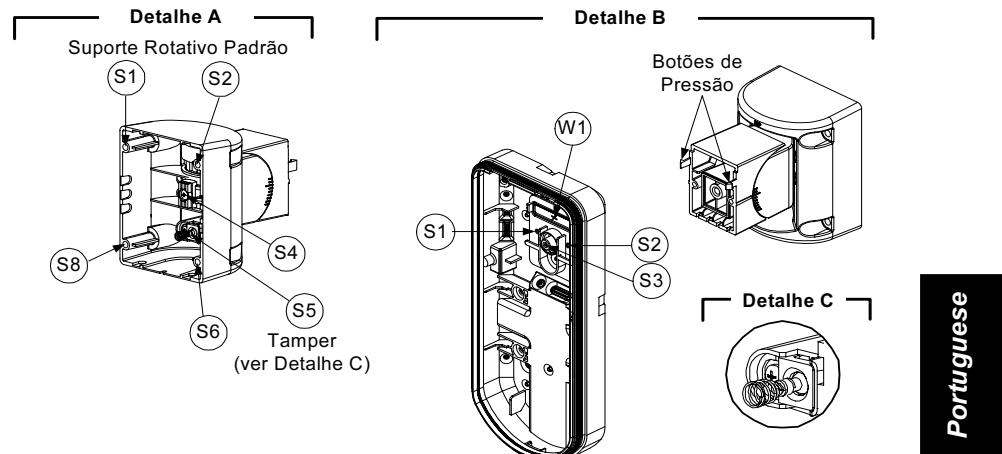

Figura 6
3. Remova o tamper traseiro da base interna. (Ver o parágrafo “Trocando a Posição do Tamper Posterior”) e conecte-o ao S5 (Figura 6, Detalhe A) no Suporte Rotativo Padrão.
1. Insira os cabos do tamper posterior através do Conduíte de Cabos do Suporte Rotativo (Figura 6, Detalhe B).